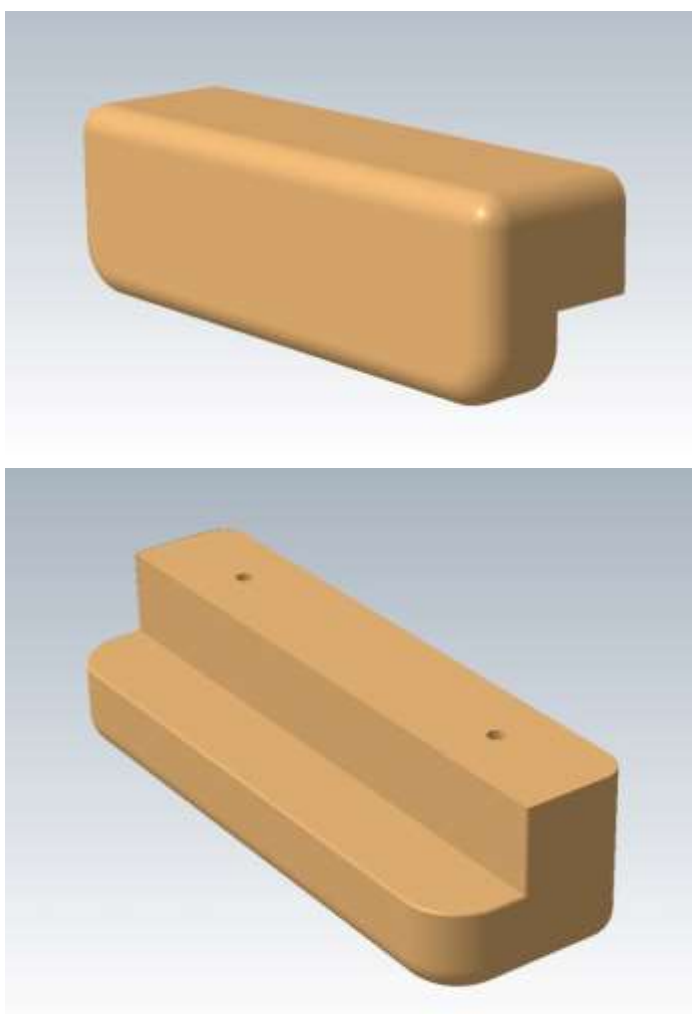
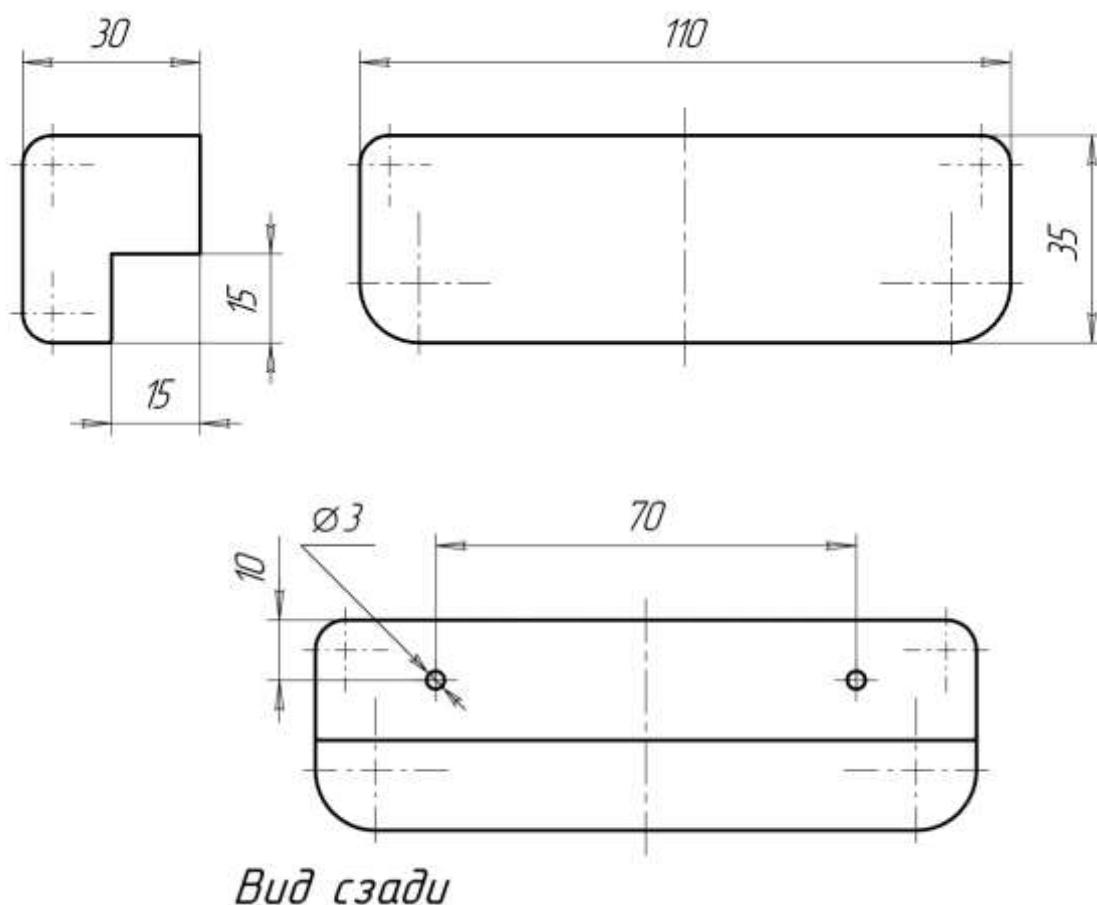

Рис. 1
Рис. 2
1. С помощью рисунка (см. рис. 1) и чертежа (см. рис. 2) изготовить изделие.
6. Для крепления ручки к мебели на изнаночной грани имеются глухие отверстия диаметром 3 мм и глубиной 20 мм для вкручивания саморезов (см. рис. 2).